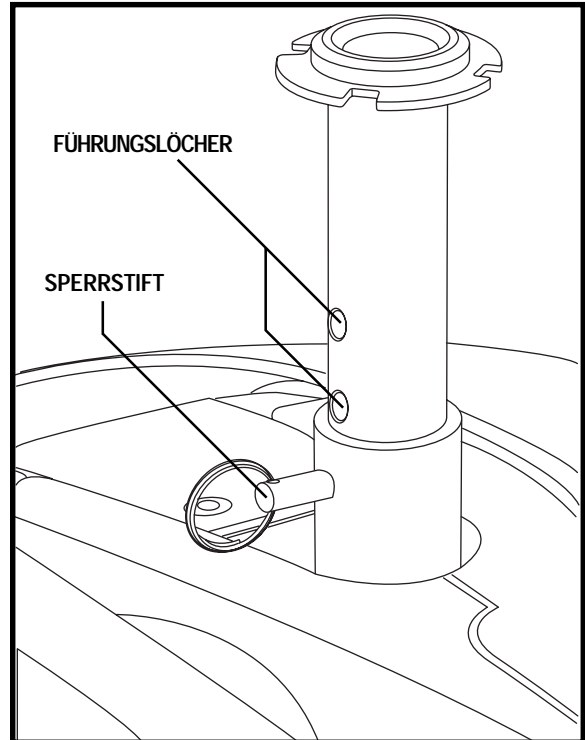

Abb. 12. Einstellung der Sitzhöhe
2. Die vier Schrauben, die den Sitz mit der Sitzplatte befestigen, abschrauben. Siehe Abb.12.